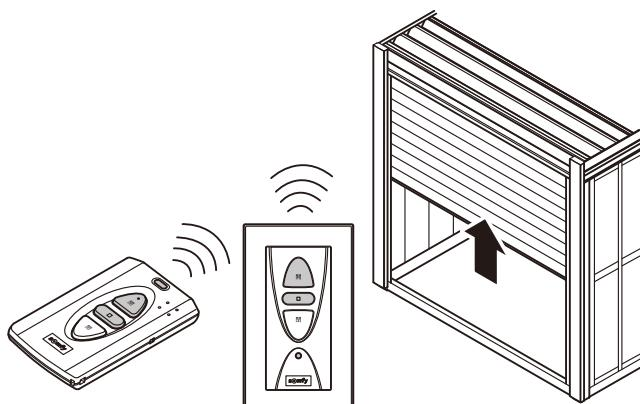

図11-3 シャッターを開けるとき
- ① 「開」スイッチを押してください。シャッターが上昇します。(図11-3参照)